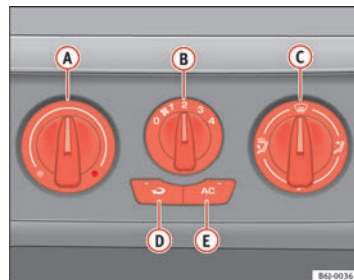

Fig. 89 Sulla plancia portastrumenti: i comandi dell'aria condizionata
- I comandi $\Rightarrow$ fig. 89 A e C e la manopola B servono a regolare la temperatura, a selezionare il livello di potenza del ventilatore e ad indirizzare il flusso d'aria.